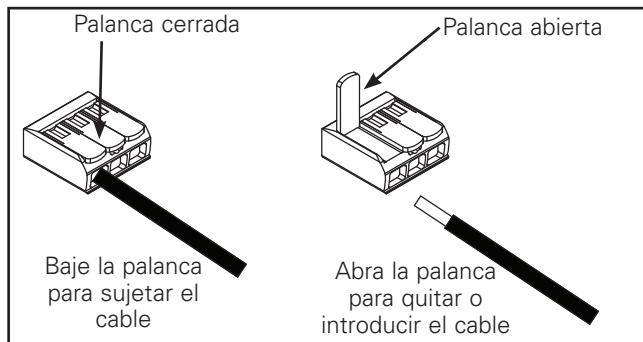

Figura 29.
5. Levante la lengüeta naranja del conector para soltar el cable y ciérrelo para sujetar el cable en el lugar. (Figura 29).